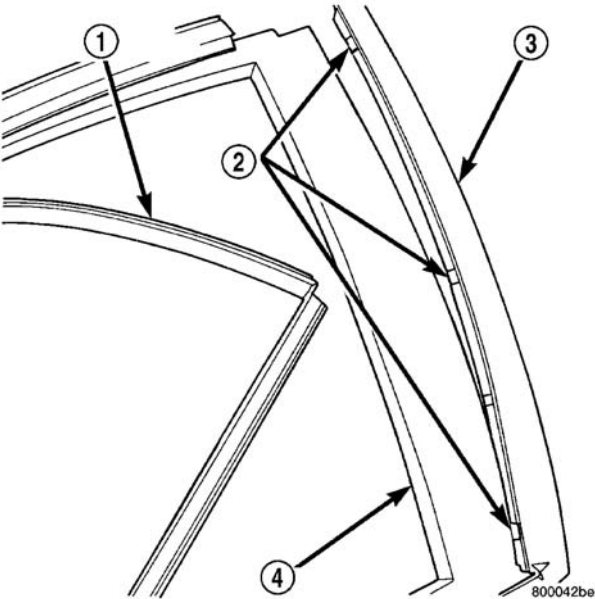

图 1 前车门饰件
- (1) 将车门玻璃摇下
- (2) 拆卸外侧车门玻璃嵌条。
- (3) 拆开将饰件前端夹至车门框的夹子。
- (4) 将饰件拆离车辆（图 1）。